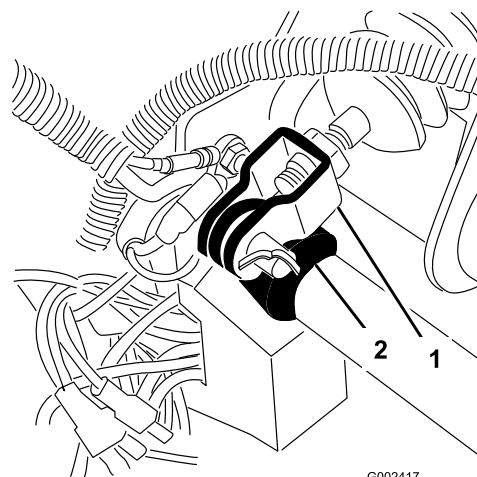

Figura 68
1. Rimuovete la coppiglia e il perno che fissano la forcella del cilindro principale al perno del pedale del freno (Figura 68).
3. Allentate i controdadi che fissano la forcella all'albero del cilindro principale (Figura 68).